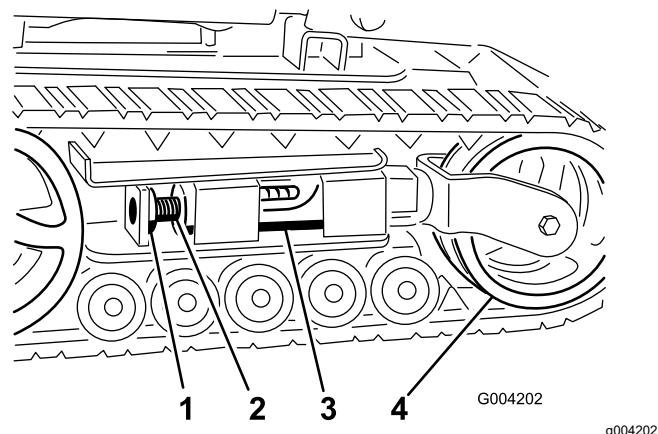
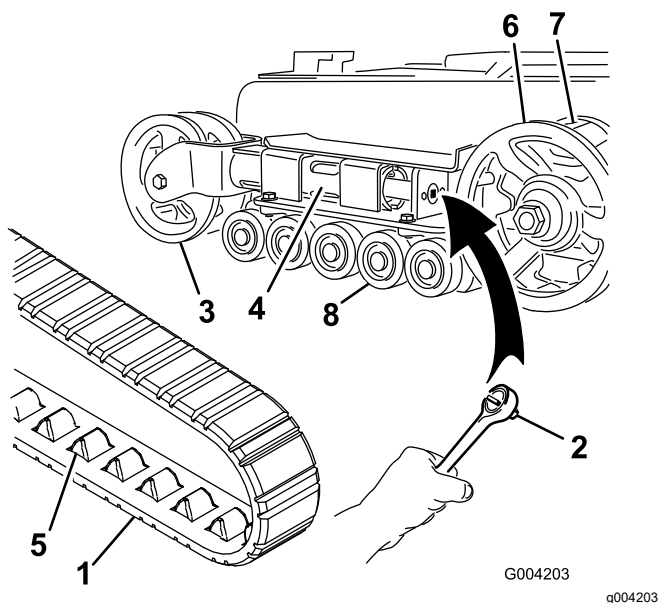
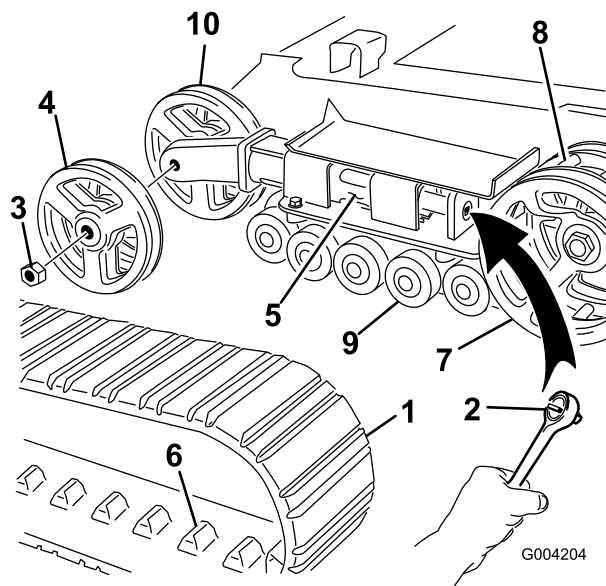

Figure 45
Figure 46
Figure 47
4. Enlevez le boulon et l'écrou de blocage (Figure 45).
6. Alignez l'encoche la plus proche dans la vis de tension avec le trou du boulon de blocage, et fixez la vis avec le boulon et l'écrou de blocage (Figure 45).
Remarque: Les chenilles sont de type étroit si les roues de tension avant sont montées à l'intérieur d'une chape au bout du tube de tension (Figure 46).
5. À l'aide d'une clé à cliquet de ½ pouce, tournez la vis de tension dans le sens horaire pour détendre la transmission (Figure 45 et Figure 46).
6. Poussez la roue de tension vers l'arrière de la machine pour appuyer le tube de tension contre le cadre (Figure 46).
8. Lorsque la chenille est déchaussée, retirez-la du pignon d'entraînement et des galets de roulement (Figure 46).
9. Pour installer la chenille neuve, commencez par l'enrouler autour du pignon, en veillant à ce que les crampons s'engagent correctement entre les dents du pignon (Figure 46).
10. Poussez la chenille sous et entre les galets de roulement (Figure 46).
Remarque: Les chenilles sont de type large si les roues de tension avant sont montées sur les côtés au bout du tube de tension (Figure 47).
5. À l'aide d'une clé à cliquet de 1/2 pouce, tournez la vis de tension dans le sens horaire pour détendre la transmission (Figure 45 et Figure 47).
6. Poussez la roue de tension vers l'arrière de la machine pour appuyer le tube de tension contre le cadre (Figure 47).
7. Retirez l'écrou de fixation de la roue de tension extérieure et déposez la roue (Figure 47).
8. Déposez la chenille (Figure 47).
9. Retirez l'écrou de fixation de la roue de tension intérieure et déposez la roue (Figure 47).
13. Posez la roue de tension intérieure et fixez-la avec l'écrou retiré précédemment (Figure 47).
15. Posez la chenille neuve en prenant soin que les crampons s'engagent entre les dents au centre du pignon (Figure 47).
16. Posez la roue de tension extérieure et fixez-la avec l'écrou retiré précédemment (Figure 47).
6. Placez le chapeau de galet de roulement sur la tête du boulon (Figure 46).
7. Fixez le chapeau avec le circlip (Figure 46).